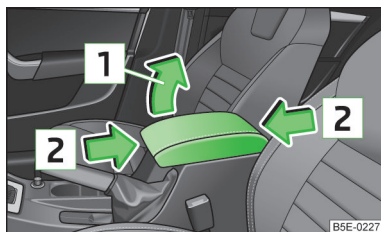

Fig. 52
► Rabatați capacul mai întâi până jos și apoi ridicați-l în sensul săgeții **1** » fig. 52 într-una din cele 4 poziții de fixare.
► Deplasați capacul în sensul săgeții **2** » fig. 52 în poziția dorită.